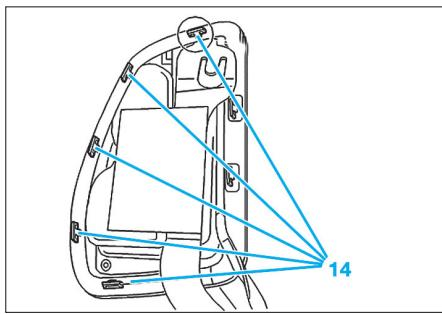

Fig. 21
- A l'aide d'une lame plate, enfoncez les ergots des 8 pattes d'accrochage (14) (Fig.21).